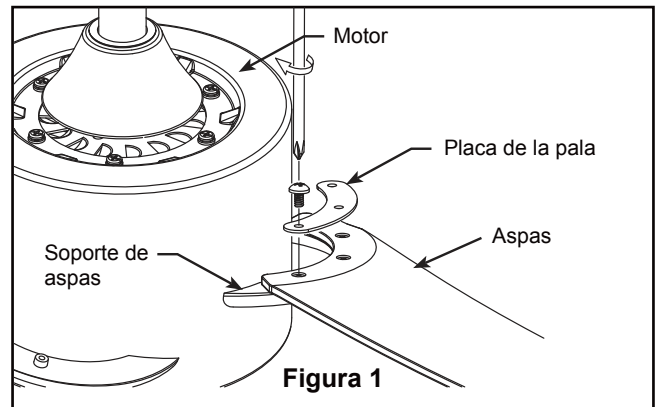

Figura 1
1. Coloque la pala sobre la sujeción de palas de la unidad del motor mostrando los postes roscados. Asegúrese que el borde inferior de la pala esté completamente colocada en la sujeción de palas. Coloque la placa de la pala sobre la pala con los orificios alineados e instale la pala en la sujeción de palas del motor usando tornillos de cabeza dentada 3/16"-24. (Figura 1)
1. Retire uno de los tres tornillos en la placa del adaptador en la parte inferior del ensamble del motor, guárdelos para después y afloje ligeramente los dos tornillos restantes. (Figura 1)